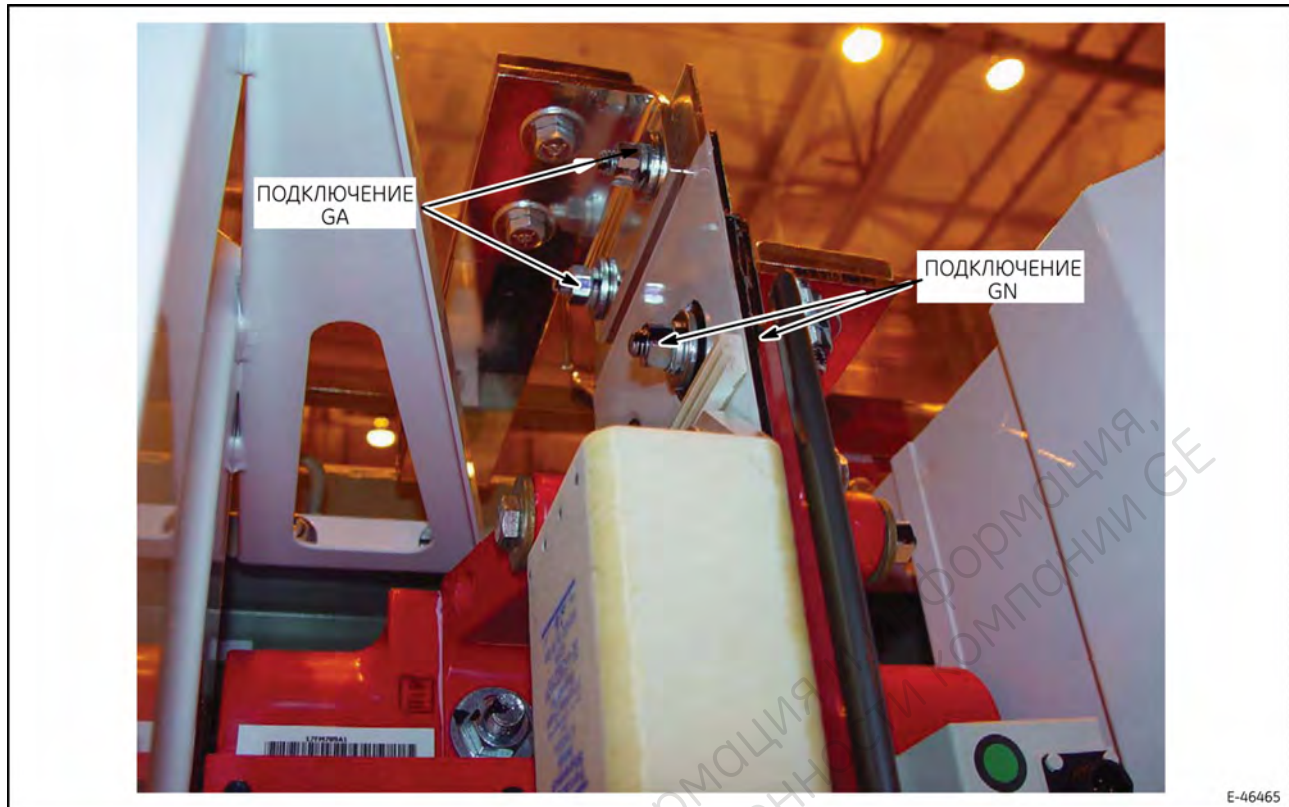

Рис. 36. Точки подключения GA и GN на изолированной вертикальной шине.
9. Отсоедините подключения цепей GA и GN (верхние горизонтальные шины) от вертикальной шины (рис. 36).